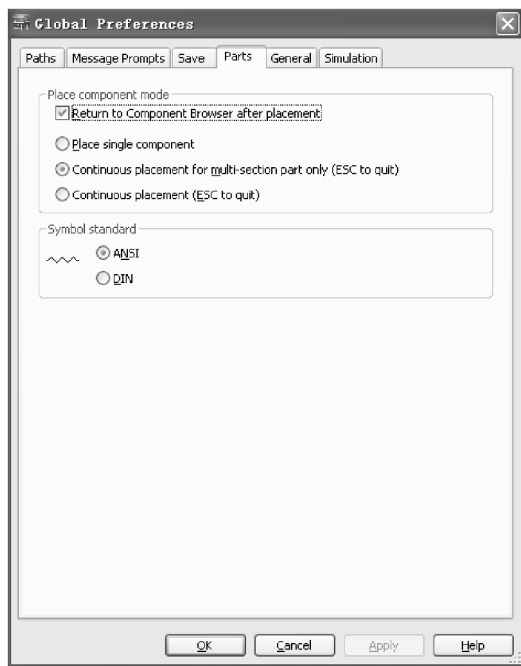

图 4-4 Parts 标签页
(4) Parts 标签页（元器件放置及符号标准设置）：Parts 标签页如图 4-4 所示。